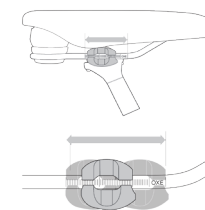

Figura 4
Se si sceglie di effettuare la propria regolazione in avanti e all'indietro, assicurarsi che il meccanismo di bloccaggio si blocchi sulla parte diritta dei binari della sella (vedi Figura 4), che non tocchi la parte curva delle guide e che si stia utilizzando la coppia di serraggio suggerita sul dispositivo di fissaggio (S)